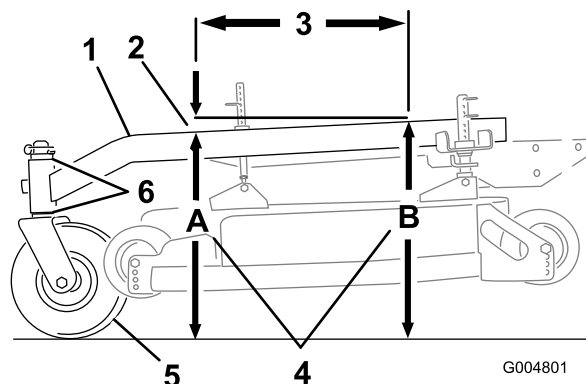

Figura 68
El bastidor de tiro debe tener una inclinación longitudinal de entre 3 mm (1/8 pulg.) y 9 mm (3/8 pulg.) a lo largo de 61 cm (24 pulg.) (Figura 68).
- Mida 61 cm (24 pulg.) en el bastidor de tiro (Figura 68).
- Mida la altura del bastidor de tiro en la posición **A** (Figura 68).
- Mida la altura del bastidor de tiro en la posición **B** (Figura 68).
- La altura en la posición **A** debe ser de 3-10 mm (1/8-3/8 pulgada) menor que la de la posición **B** (Figura 68).
5. Si la inclinación del bastidor de tiro no es la correcta, mueva los espaciadores de las ruedas giratorias para obtener una inclinación de 3-10 mm (1/8-3/8 pulgada) (Figura 68). Mueva espaciadores desde arriba o desde abajo para obtener la inclinación correcta.